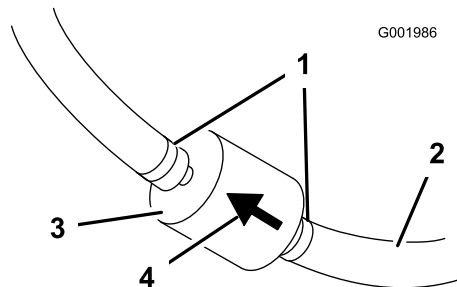

Figure 54
5. Pincez les extrémités des colliers et faites glisser ceux-ci pour les éloigner du filtre (Figure 54).